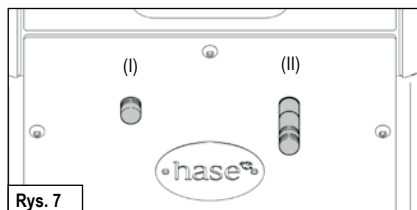

Rys. 6
Całkowicie otworzyć powietrze pierwotne i wtórne.	Zasuw powietrza pierwotnego (I) i wtórnego (II) całkowicie wyciągnąć. (patrz Rys. 6).